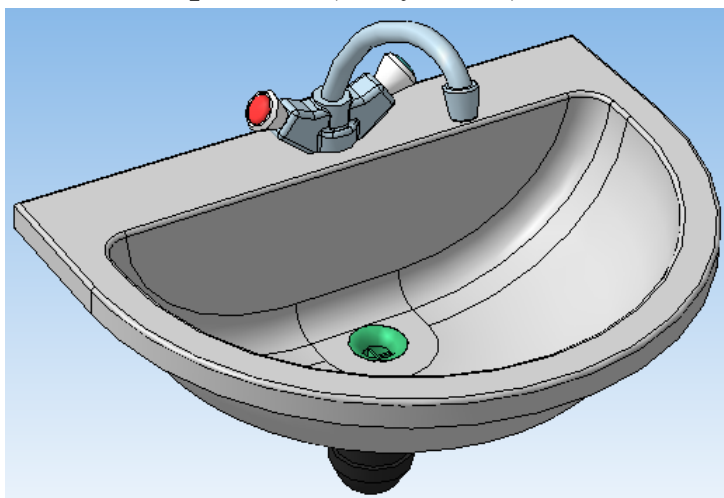

Рисунок 3 – Объект моделирования «Раковина с краном»
3. «Раковина с краном» (Рисунок 3)